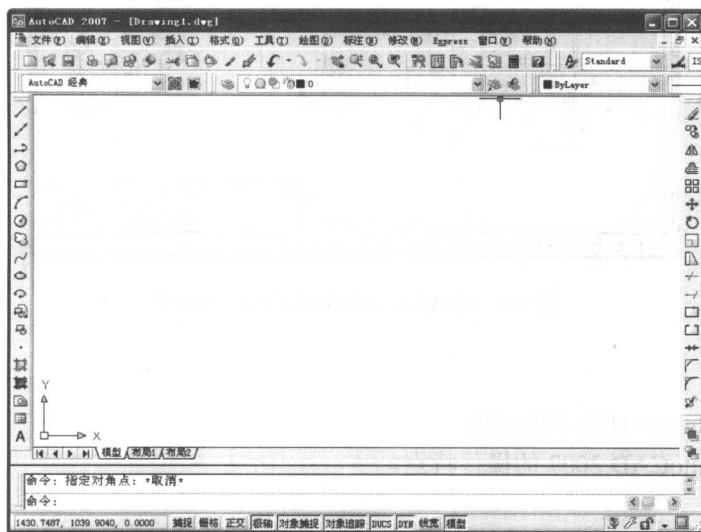

图 1-2 AutoCAD 2007 的工作界面
(2) 主要使用的 CAD 软件是美国 Autodesk 公司开发的 Autodesk 软件, 它是一款功能强大、易学易用、具有开放型结构的软件, 不仅便于用户使用, 而且系统本身也可不断地扩充和完善, 它被广泛地应用于微机及工作站上。国内外软件开发商以它为基础进行有关工程设计专业的二次开发, 如建筑行业: 华远的 HOUSE 软件、建研院的 ABD 集成化软件和 BICAD 软件、理正的 CAD 软件等。
(3) 由于 AutoCAD 软件功能强大, 使得我们工程设计人员应用起来得心应手, 能够充分发挥最佳效能。AutoCAD 软件最基本的功能就是绘图和编辑修改功能, 可在计算机上实现各种实体的绘制并且可以对其进行编辑, 生成新的实体。这些新实体做成图块后保存在图库中, 可供随时调用, 重复使用率高, 方便快捷。一个设计项目从方案到设计过程中的多次变动, 应用 CAD 技术后就不再是件麻烦的事情了。只需打开微机, 在屏幕上利用编辑命令删改, 直到满意后保存起来, 由绘图仪绘出, 从图纸上看完美得无可挑剔, 这是传统的设计方式无法比拟的。
(4) AutoCAD 软件除具有上述特点外, 还具有三维立体功能: 即建筑物模型的建立, 可由二维图形拉伸后生成三维图形, 并可对三维模型进行方案优化、渲染和制作动画, 从而达到真实感的效果。此外, AutoCAD 软件采用 LISP 语言编程, 可由用户进行二次开发。因此, 我们也称 AutoCAD 为软件包, 与高级语言(如数据库管理程序、C 语言等)连接的功能使它的应用更加广泛。
(5) AutoCAD 软件从低版本到现在的 AutoCAD 2007 (如图 1-2 所示)。只有短短的几年时间。所以, AutoCAD 技术随着计算机技术的快速发展也更显示其强大的功能。如面向对象的体系结构、模块化单元库、先进的内存管理、多媒体、人工智能、协同等新技术的出现, 标志着 AutoCAD 技术在性能、协同操作和设计智能化方面的飞跃。